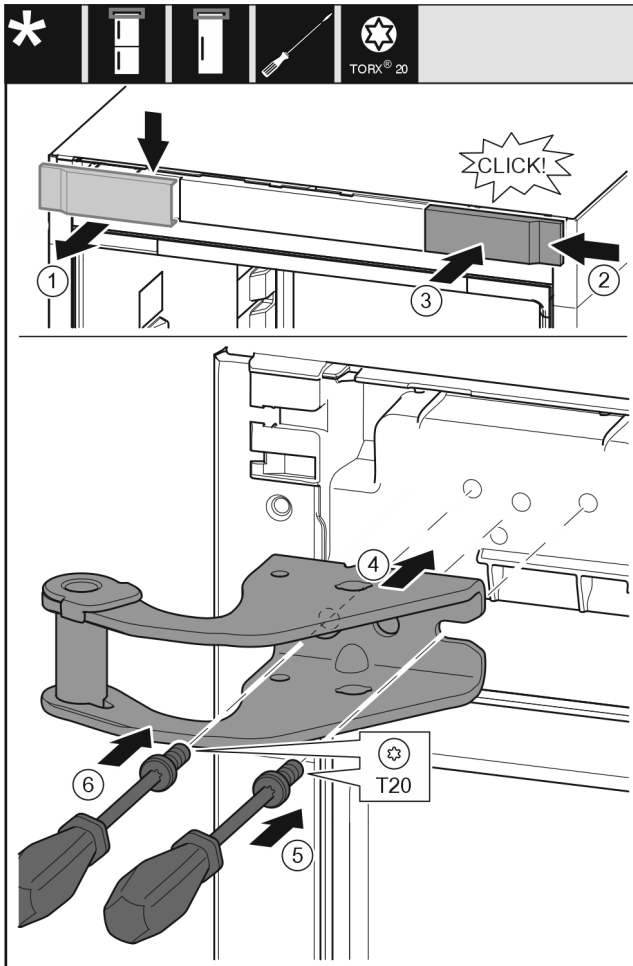

Fig. 12
- ▶ Odoberte kryt zhora dopredu. Fig. 12 (1)
- ▶ Kryt zaveste na druhú stranu sprava otočený o 180°. Fig. 12 (2)
- ▶ Kryt zaklapnite. Fig. 12 (3)
- ▶ Nasadte hornú ložiskovú konzolu. Fig. 12 (4)
- ▶ Skrutku nasadte a pevne zaskrutkujte skrutkovačom T20. Fig. 12 (5)
- ▶ Skrutku vložte a pevne zaskrutkujte skrutkovačom T20. Fig. 12 (6)